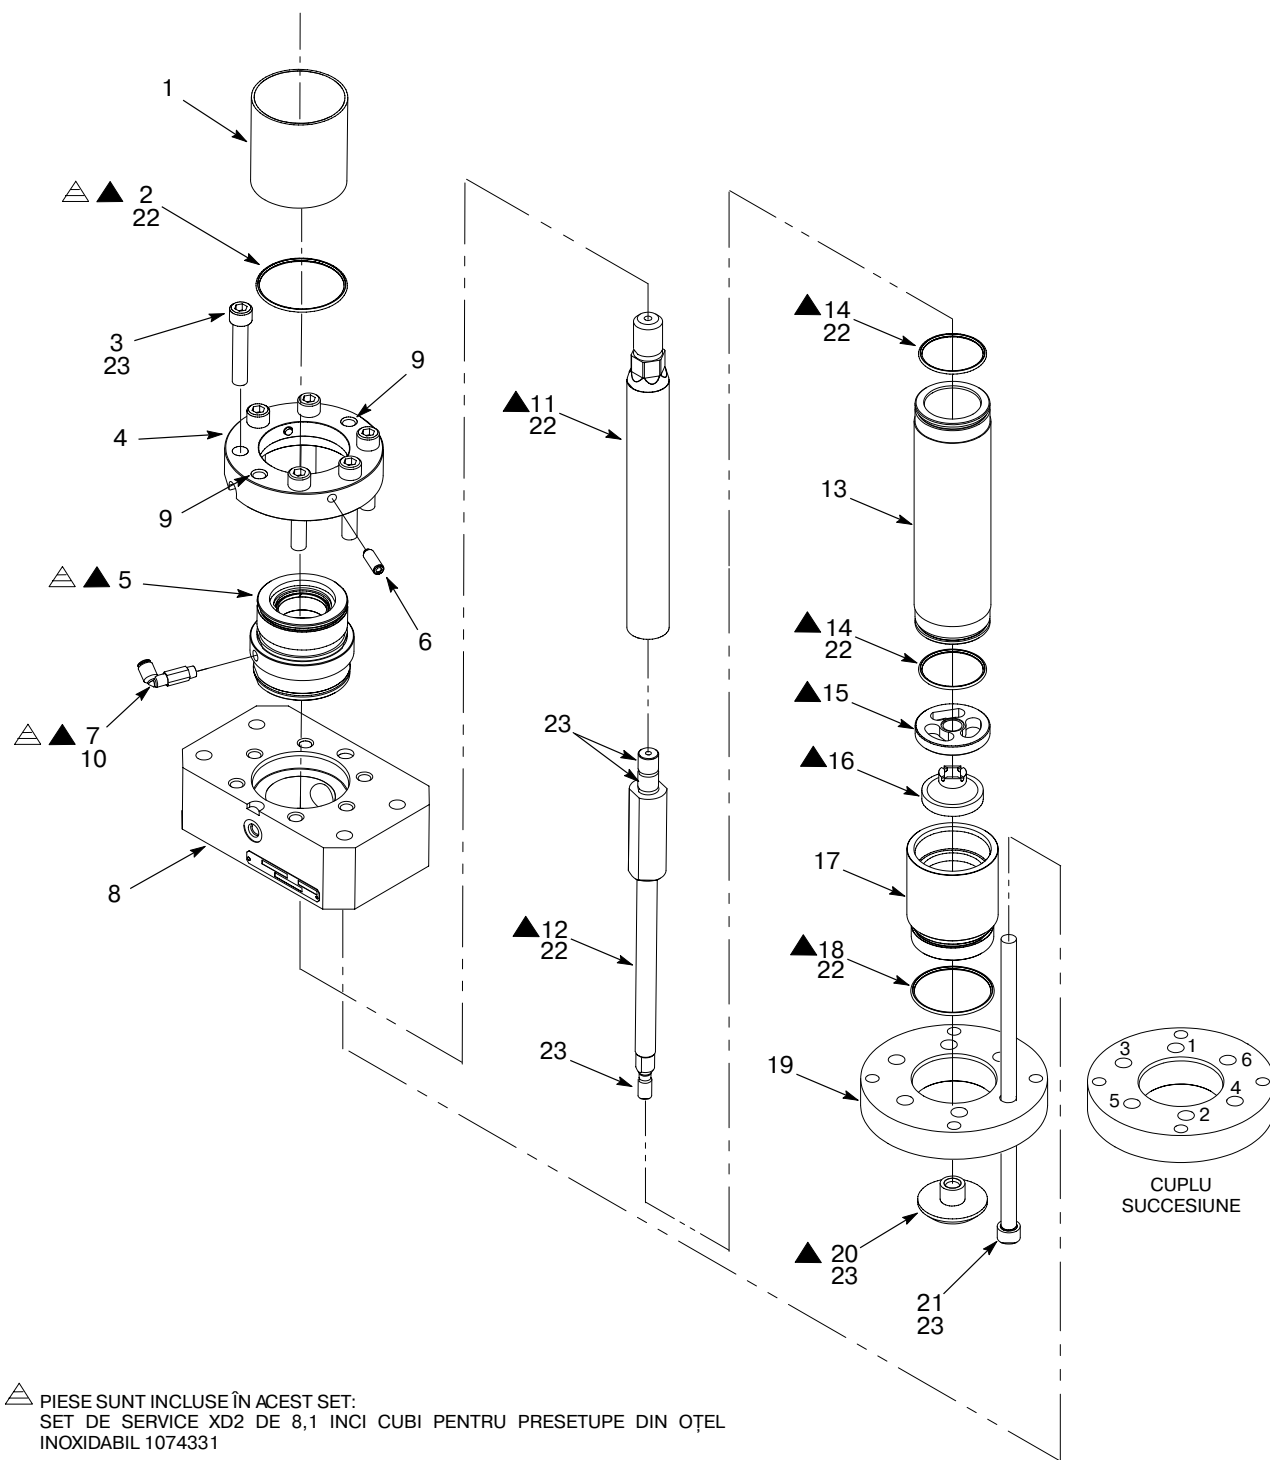

Figura 8 Reparațiile secțiunii hidraulice din oțel inoxidabil
1. A se vedea Figura 8. Demontați camera de solvent (1) și inelele de etanșare (2) de la presetupă (5). Eliminați inelul de etanșare.
- a. Desfaceți șuruburile (3) din colierul (4). Introduceți două șuruburi în orificiile filetate (9), așa cum este prezentat.
- b. Alternați strângerea șuruburilor pentru a demonta ansamblul presetupeii de pe corpul pompei superioare (8).
- c. Slăbiți șuruburile de reglare (6) și scoateți presetupa (5) de pe colier (4).
- d. Desfaceți fittingurile (7) din presetupă.
3. Demontați adaptorul lopeții (20) de pe tija lopeții (12).
4. Desfaceți șuruburile (21) care fixează ansamblul cilindrului și carcasa plăcii conduse (19) la corpul pompei superioare (8). Demontați carcasa plăcii conduse.
5. Demontați carcasa inferioară (17), inelul de etanșare (18), placa clapetei inferioare (16) și distanțierul (15). Eliminați inelul de etanșare.
6. Demontați carcasa cilindrului (13) de la corpul pompei superioare (8). Demontați și eliminați inelele de etanșare (14) de la carcasa cilindrului.
7. Demontați tija lopeții (12) de pe tija plunjerului (11).
1. A se vedea Figura 8. Aplicați adeziv threadlock (10) pe filetele fittingurilor (7). Montați fittingurile în presetupă (5) și strângeți bine.
2. Aplicați lubrifiant Mobil SHC 634 (22) pe inelul de etanșare al presetupeii (2) și pe diametrul interior al presetupeii (5).
3. Montați colierul superior (4) pe presetupa (5). Strângeți șuruburile de reglare (6) până când fac contact cu presetupa. Nu suprastrângeți șuruburile de reglare.
4. Montați ansamblul presetupeii pe corp (8).
5. Aplicați Never Seeze (23) pe filetele șuruburilor (3). Montați șuruburile în ansamblul presetupeii și strângeți la 102-108 N•m (75-80 ft-lb).
6. Aplicați lubrifiant Mobil SHC 634 (22) pe inelele de etanșare ale carcasei cilindrului (14). Montați inelele de etanșare pe carcasa cilindrului (13). Montați carcasa cilindrului pe corpul pompei superioare (8).
- a. Aplicați Never Seez (23) pe filetele superioare și pilotul tijei lopeții (12).
- b. Conectați tija lopeții la tija plunjerului (11) și strângeți la 272-298 N•m (200-220 ft-lb).
- c. Aplicați un strat subțire de lubrifiant Mobil SHC 634 (22) pe tija plunjerului (11) și pe tija lopeții (12).
8. Folosind fie o presă pentru arbori, fie o presă hidraulică, montați ansamblul tijei plunjerului în carcasa cilindrului (13) și presetupă (5).